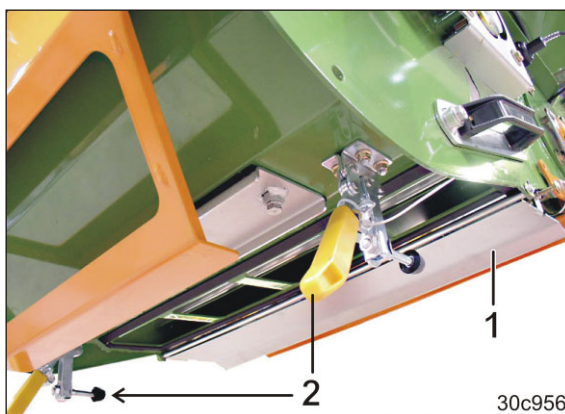

Fig. 239
2. Åbn bundklapperne (Fig. 239/1).
Bundklapperne er fastgjort med lynspænder (Fig. 239/2).